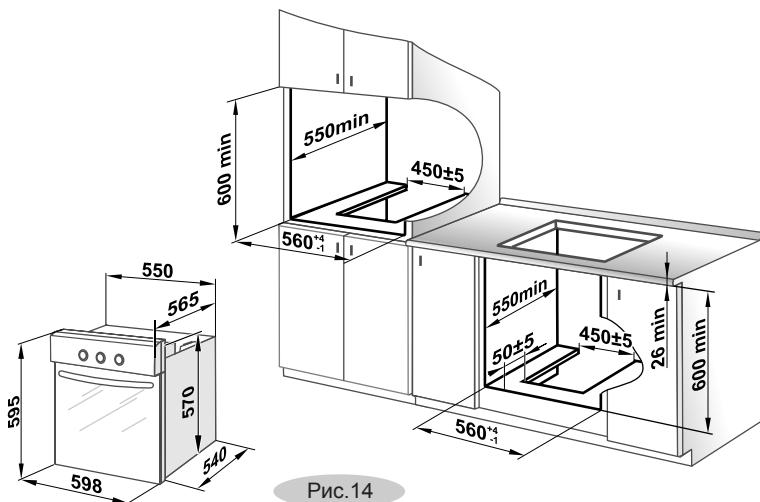

Рис.14
- Духовка встраивается в напольную тумбу или пенал кухонного гарнитура, в которых имеется ниша с размерами, указанными на рис.14.